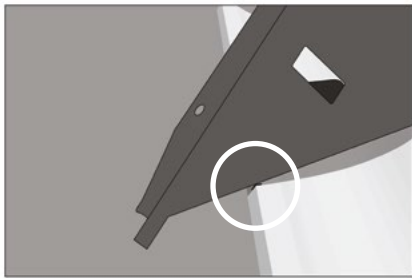

bild 16
- Platzieren Sie die richtige Schneideseite an den Gehrungsmarkierungen (Bild 16 & Bild 17) (bitte beachten Sie: die Sicherungshebel werden NICHT beide fest am Wandrand der Volute sitzen). Sägen Sie die Volute durch, indem die Schneidewandung in Richtung Schneideseite zeigt. Schneiden Sie wie oben dargestellt entlang des rechten Flügels für die rechte Seite für eine Außengehrung (Bild 18) und entlang des linken Flügels für die linke Seite. (Siehe Teildiagramm 2).